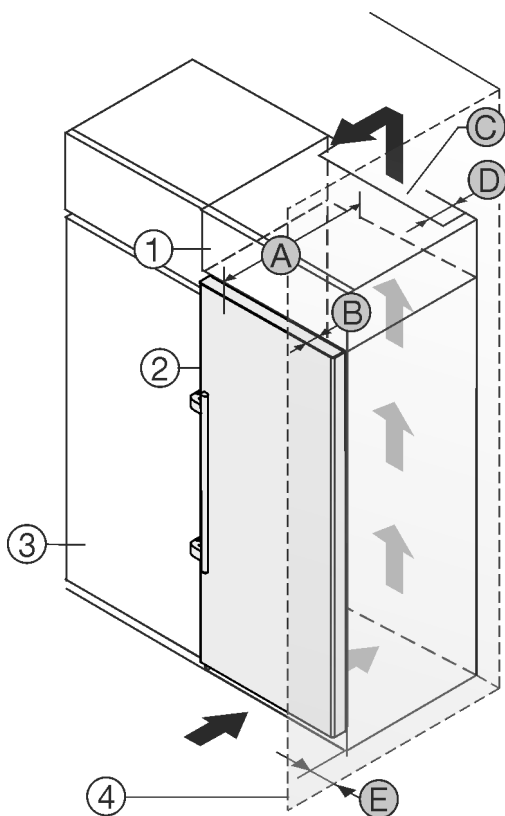

Fig. 2
- (1) Dulap suspendat*
- (2) Aparat*
- (3) Dulap de bucătărie*
- (4) Perete*
- (A) Adâncime aparat*
- (B) Adâncime ușă*
- (C) Secțiune ventilație*
- (D) Distanță la partea posterioară a aparatului*
- (E) Distanță la partea aparatului*
Puteți amplasa aparatul direct lângă dulapul de bucătărie Fig. 2 (3)*.
În partea din spate a dulapului suspendat trebuie să existe o fantă de aerisire cu grosimea Fig. 2 (D) pe toată lățimea dulapului suspendat.*
Sub tavanul încăperii trebuie să fie respectată secțiunea de ventilație Fig. 2 (C)*.
Atunci când montați aparatul cu balamalele lângă un perete Fig. 2 (4), distanța dintre aparat și perete trebuie să fie de minim 57 mm. Această valoare corespunde proeminenței mânerului cu ușa deschisă.*
Astfel încât să puteți deschide complet ușa, aparatul trebuie să fie proeminent cu cel puțin adâncimea ușii Fig. 2 (B) față de suprafața frontală a dulapului de bucătărie. În funcție de adâncimea dulapurilor de bucătărie Fig. 2 (3) și utilizarea distanțierelor de perete, aparatul poate ieși mai mult în afară.*